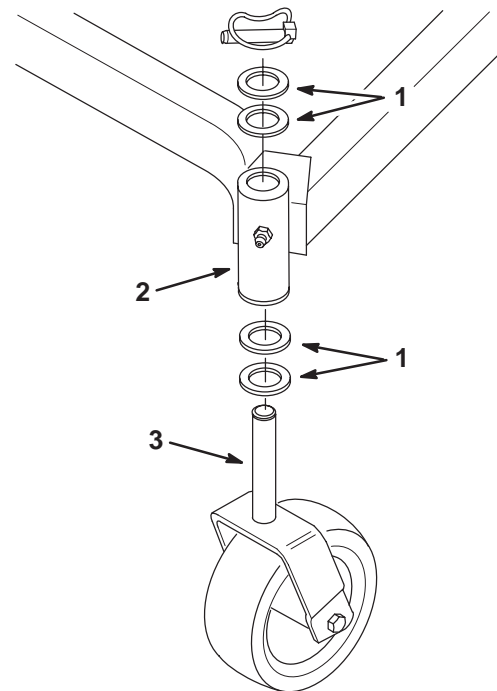

Figure 18
4. Pour changer l'inclinaison longitudinale, placez un nombre égal de rondelles de butée sur les fourches des deux roues pivotantes. Déplacez les rondelles de butée de haut en bas sur le tube de montage du bâti porteur pour relever l'avant de la tondeuse. Déplacez les rondelles de butée de bas en haut sur le tube de montage pour abaisser l'avant de la tondeuse (Fig. 18).
4. Pour changer l'horizontalité transversale, déplacez les rondelles de butée sur la fourche d'une roue pivotante seulement. Déplacez les rondelles de butée de haut en bas sur le tube de montage du bâti porteur pour relever le côté correspondant de la tondeuse. Déplacez les rondelles de butée de bas en haut sur le tube de montage pour abaisser le côté correspondant de la tondeuse (Fig. 18).